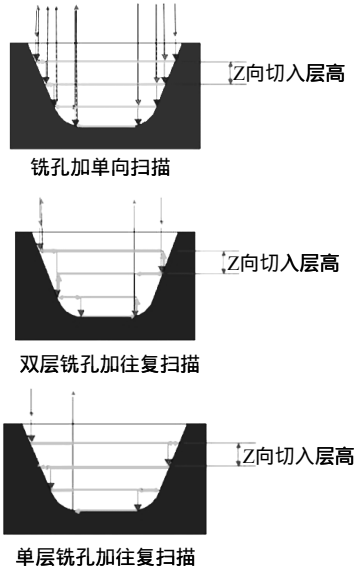

图 7-108 封闭形状的加工方向
- 【封闭形状的加工方向】：有三种选择，如图 7-108 所示。